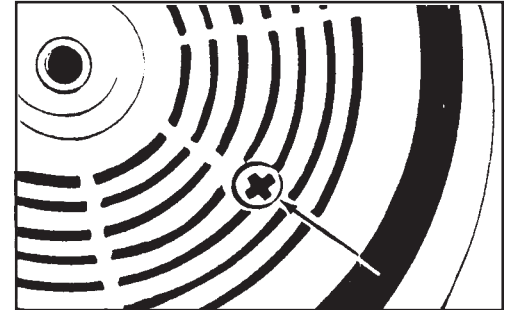

Figure 10
3. Alignez les deux trous avec une des trois vis sur le couvercle de la boîte d'engrenages. Enlevez la vis sur le couvercle de la boîte d'engrenages (voir la figure 10).